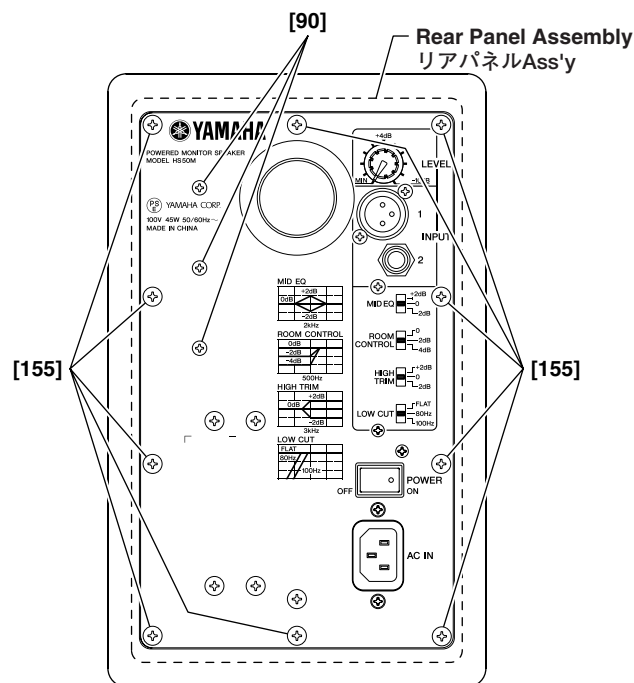

Fig. 2 (図 2)
Remove the ten (10) screws marked [155]. The rear panel assembly can then be removed. (Fig. 2)
- 4-2 Remove the three (3) screws marked [90]. The AMP unit can then be removed. (Fig. 2)
[155]のネジを10本外し、リアパネル Ass'y を外します。(図 2)
- 4-2 [90]のネジを3本外し、AMPユニットを外します。(図 2)